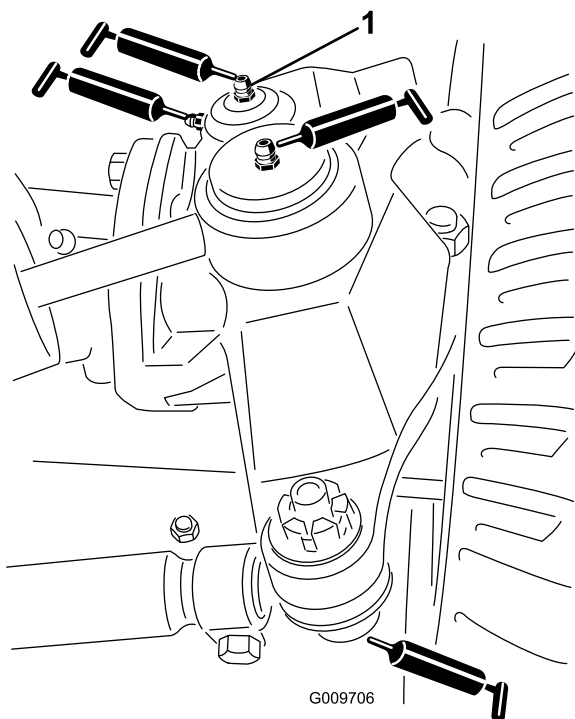

Рисунок 45
- Шаровые опоры гидроцилиндра рулевого управления (2 шт.), как показано на Рисунок 45
- Шаровые опоры поперечной тяги (2 шт.), как показано на Рисунок 45
- Втулки поворотных шкворней (2 шт.), как показано на Рисунок 45